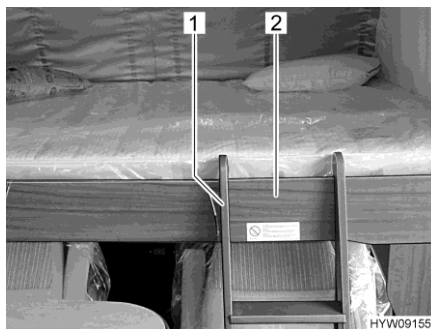

Fig. 108 Scaletta di accesso (letto basculante)
- Agganciare la scaletta di accesso (Fig. 108,1) con entrambe le staffe al bordo (Fig. 108,2) del letto basculante. Durante l'aggancio prestare attenzione affinché le staffe vengano posizionate mediante i dispositivi di fissaggio interni. Questo serve a impedire che la scaletta di accesso scivoli di lato.
- Staccare la scaletta di accesso (Fig. 108,1) dal bordo (Fig. 108,2) del letto basculante.